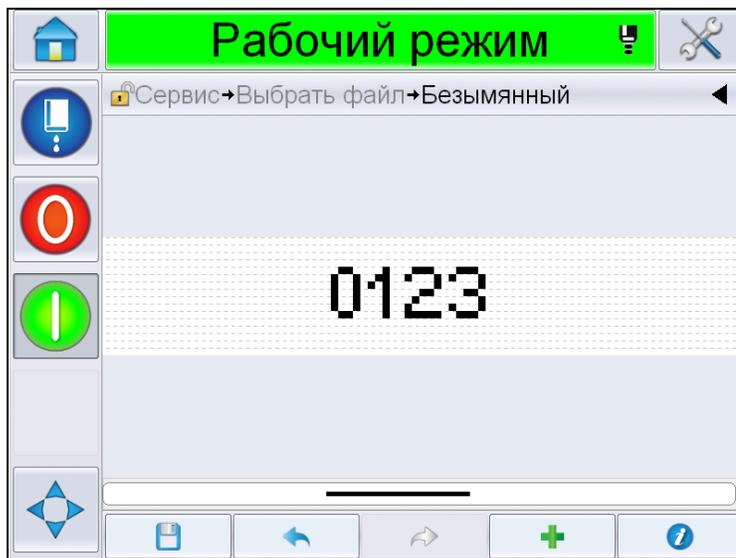

Рис. 5-34: Поле учета на странице *Сообщений*
- 14 Выберите и установите параметры в соответствии с требованиями и нажмите ОК. Сообщение в выбранном формате отобразится на странице *Сообщение* (Рис. 5-34). Перейдите к Шаг 18 на странице 5-42, чтобы сохранить сообщение или перейти к следующему шагу, чтобы добавить другое поле.